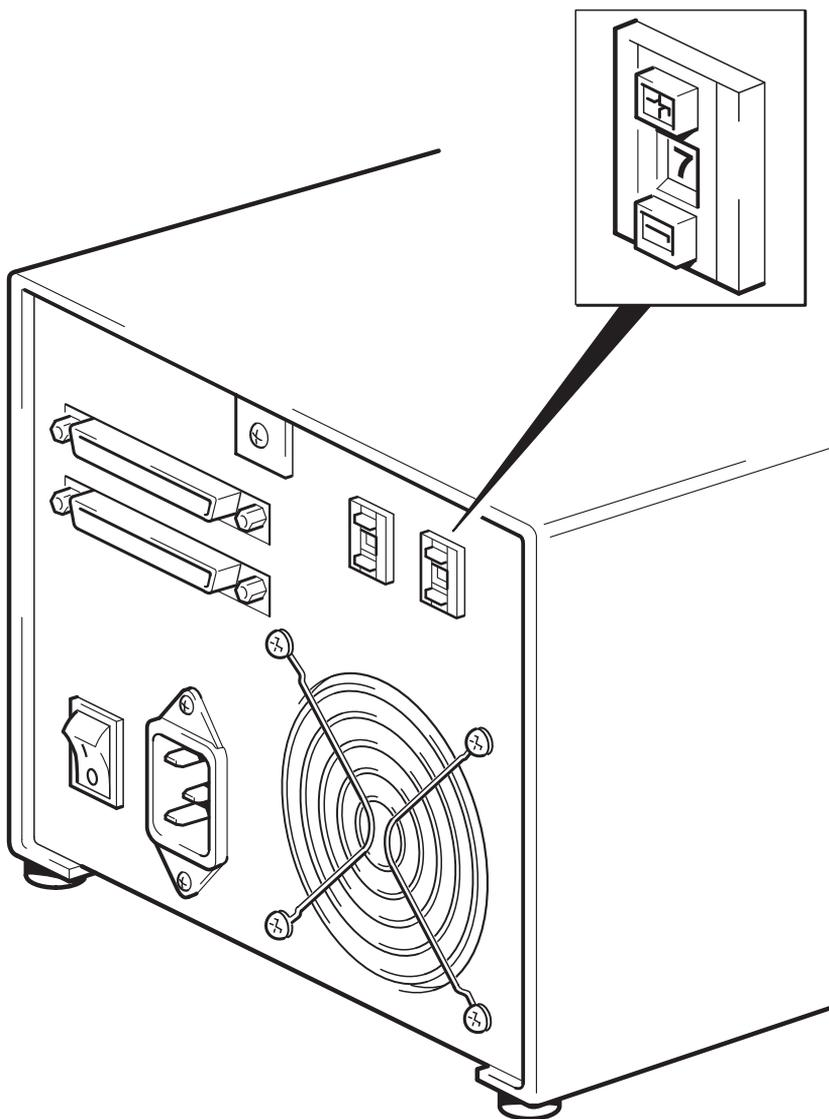

Figure 4 : vérification de la valeur de l'interrupteur d'option
- 1 Vérifiez que l'interrupteur d'option du chargeur automatique (interrupteur de droite sur la figure 4) est réglé sur la valeur adéquate, comme le montre le tableau ci-dessus. Changez uniquement la valeur de l'interrupteur à 5 pour les stations de travail Sun équipées de Solaris v. 2.6 ou antérieure.
- 2 Si l'interrupteur d'option n'est pas réglé comme il convient pour votre système, modifiez les réglages par défaut des interrupteurs situés à l'arrière du lecteur, comme le montre la figure 4.